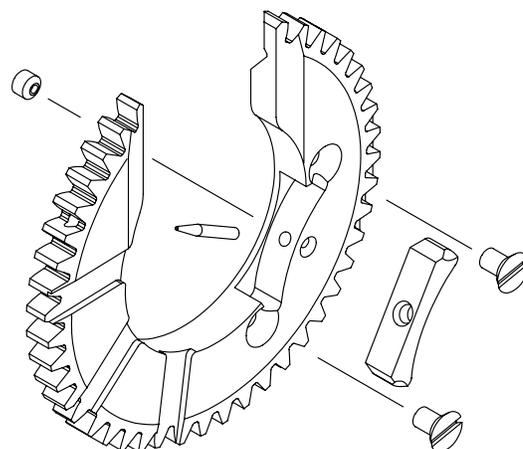

図 61：セラミック・インサートを交換する
7. 未使用のセラミック・インサートを、傾斜の付いた端面が外に向くようにローター軌道内のポケットに取めます。図 61 をご参照ください。